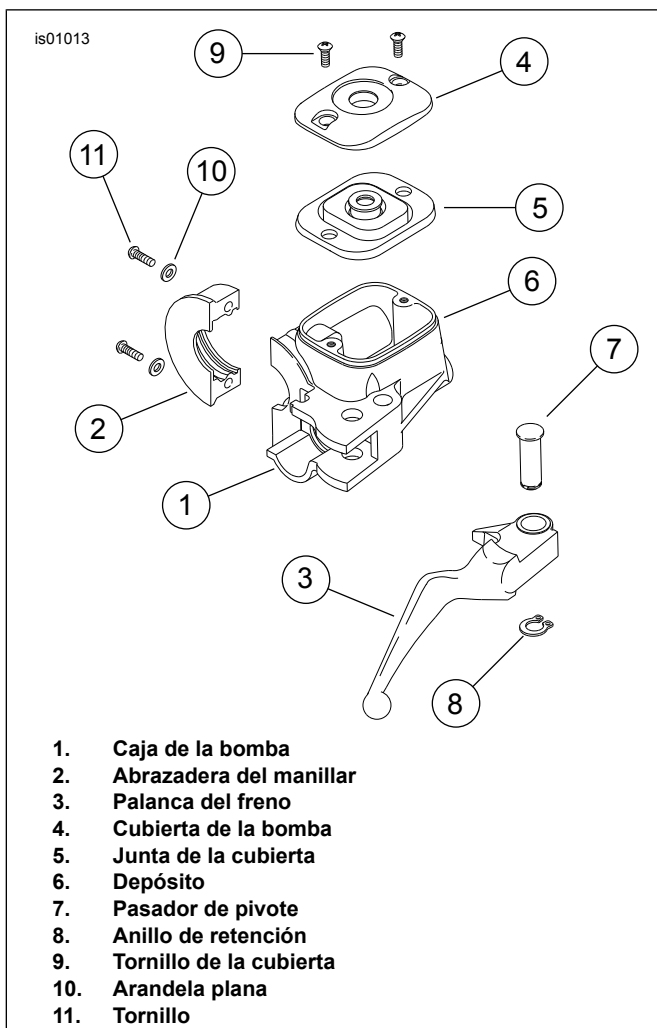

**Figura 7. Inserto de cartón de 5/32 pulg. (4 mm)**
4. Vea Figura 7. Coloque un inserto de cartón de 4 mm (5/32 pulg.) entre la palanca del freno y la pieza de soporte de la palanca.